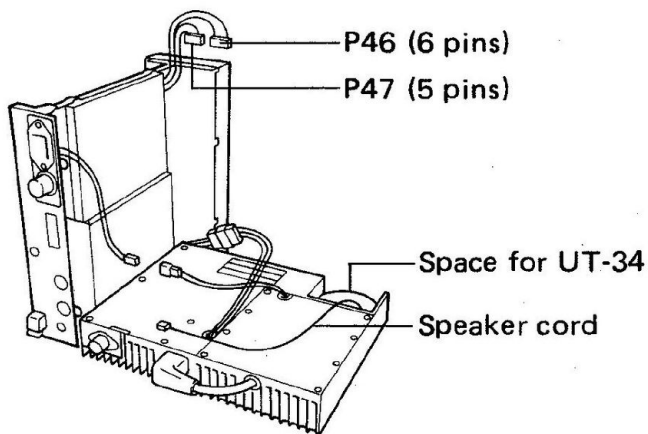

Fig. 1
- 2) Rimuovere l'UNITA' PA (Fig. 1)
- 1) Rimuovere i coperchi superiore e inferiore. (Fig 1 a pag. 23)